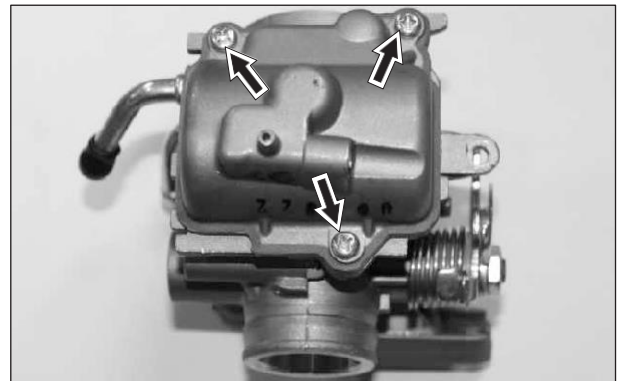

Fig.4.17
- Retire los 3 tornillos de la taza y retire la taza junto con el sello. (Fig. 4.17)